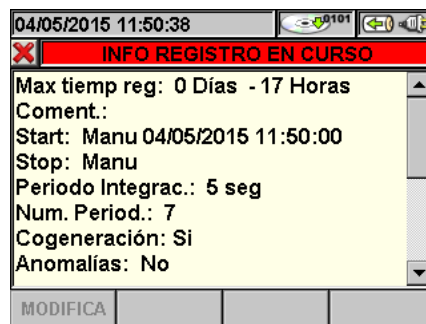

Fig. 76: Pantalla información registro en curso
3. En la pantalla de la Fig. 76 se encuentran las siguientes informaciones: